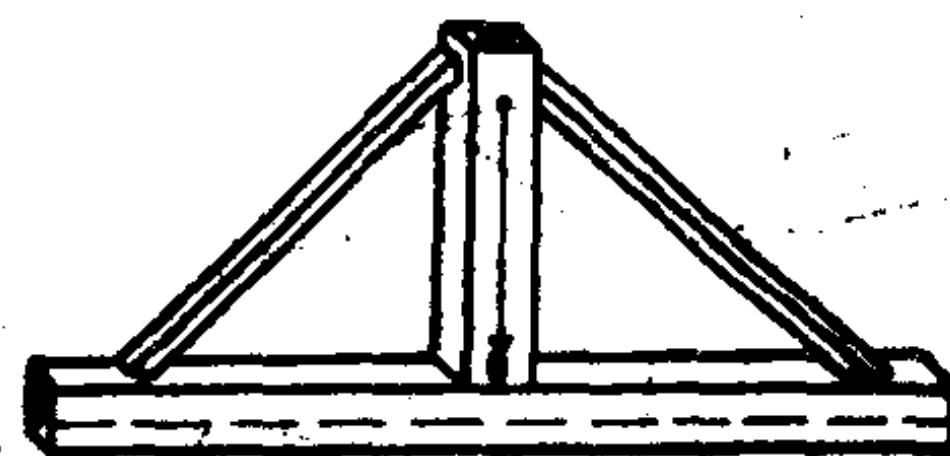

图2-15 自制水平仪
(3) 大面积检测 这种检测可以选用自制的水平仪，长度根据需要而定(图2-15)。使用时，若线坠位于中心线，则表示水平仪横木基准线为水平状态。但这种自制水平仪必须首先保证横木与立木之间垂直，才能使测量准确。